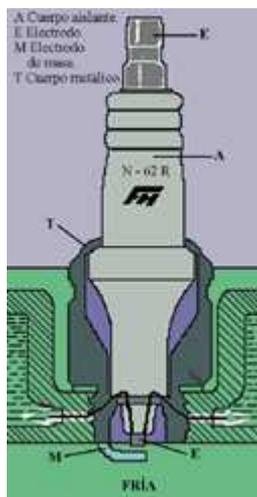

Fig. 12
Bujías (fig. 12 y 13)
- Bujía fría o de alto grado térmico (**fig. 12**). Está formada por un aislante corto y grueso en su parte inferior, para que la evacuación del calor se efectúe rápidamente. Se utiliza en motores de grandes compresiones y altas revoluciones.